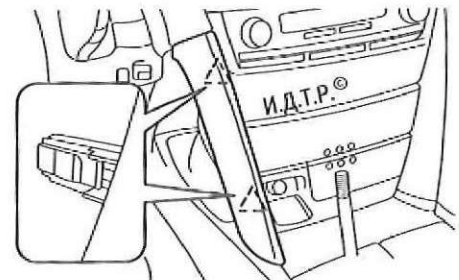

Рис. 6.13. Крепление левой накладки центральной консоли панели приборов
11. Преодолевая сопротивление двух фиксаторов (рис. 6.13) снимите левую накладку центральной консоли панели приборов.